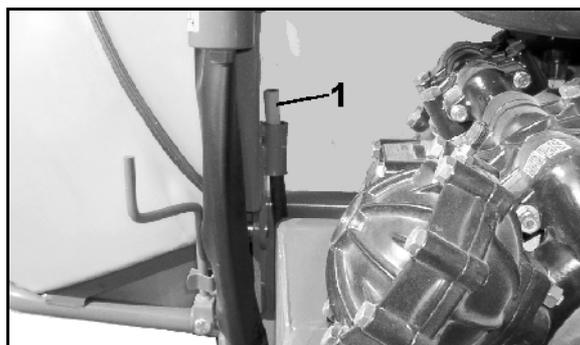

Fig. 40
- Die rote Markierung (Fig. 40/1) der Stützfuß-Kontroll-Anzeige ist sichtbar, wenn die Maschine auf hydraulischen Stützfuß abgestellt ist